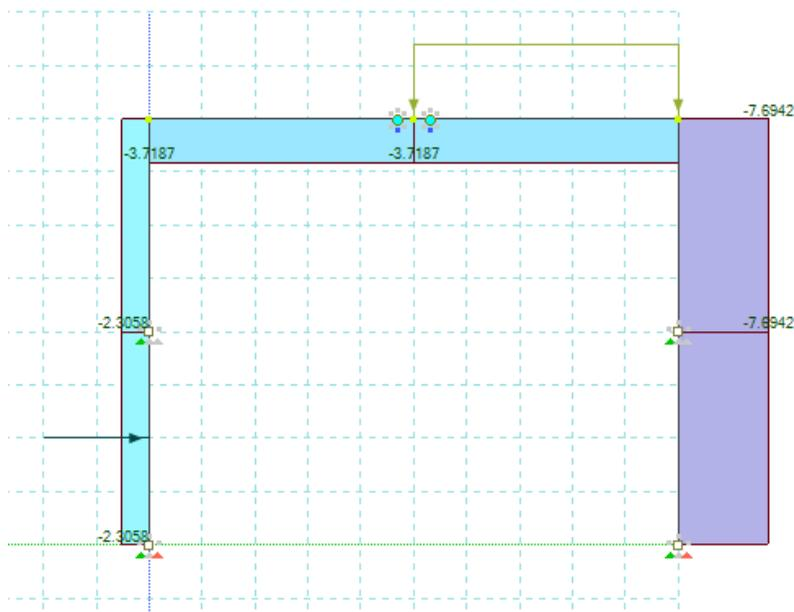

Рис. 84. Эпюра продольных сил  $N$
- Для выбора эпюры  $N$  щелкните по кнопке  $N$   на панели активного режима (рис. 84).